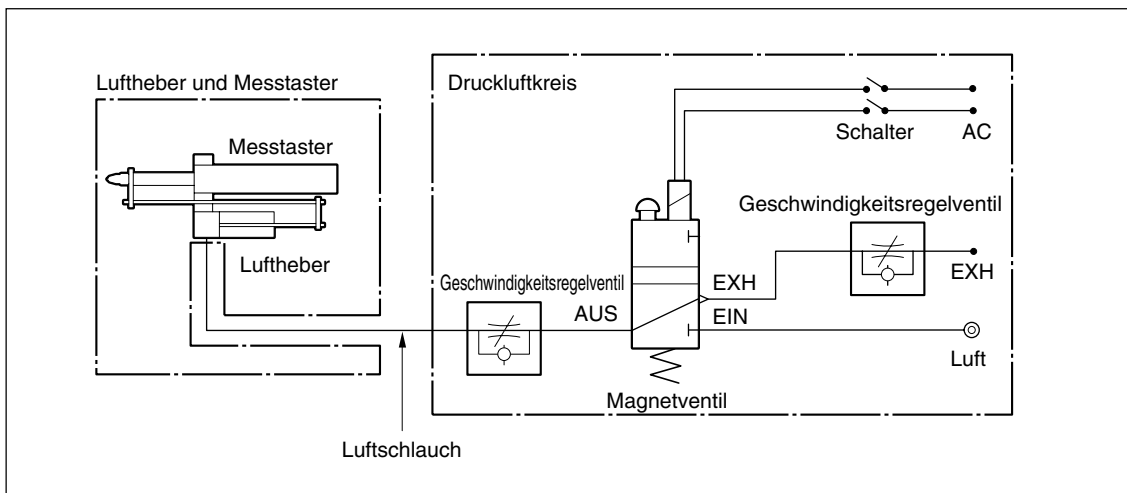

Abb. 1 Anschluss von Druckluftkreis und Luftschlauch
Um diese Einheit zur Betätigung des Messfühlers zu verwenden, werden ein Druckluftkreis und ein Luftschlauch (Außendurchmesser: 4 mm) benötigt, wie in Abb. 1 gezeigt.
5. Schließen Sie den Druckluftkreis mit dem Luftschlauch (Außendurchmesser: 4 mm) an den Krümmer an. (Abb. 1)